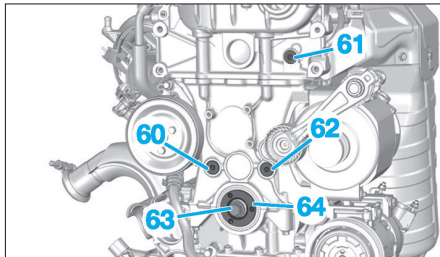
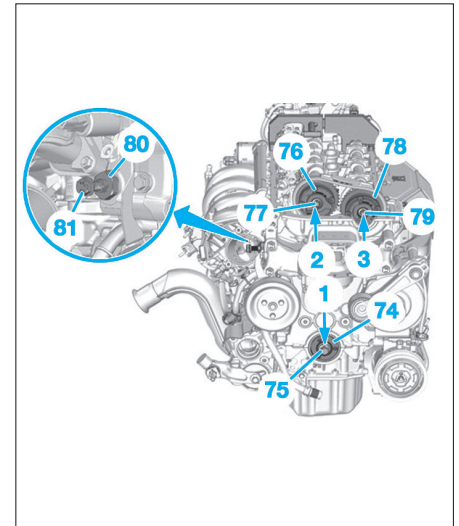

FIG. 20
FIG. 24
- les vis (60), (61), (62) et (63) (Fig.20),
- le moyeu de vilebrequin (64),
- le moyeu de vilebrequin (74) (Fig.24),
- la vis de fixation (75) du moyeu de vilebrequin,
- le pignon d'arbre à cames d'admission (76) puis coiffer la chaîne sur le pignon,
- la vis de la poulie d'arbre à cames (77),
- le pignon d'arbre à cames d'échappement (78) puis coiffer la chaîne sur le pignon,
- la vis de la poulie d'arbre à cames (79),
- les vis (60), (61) et (62) (Fig.20).
- Bloquer les vis (60), (61) et (62).
- Serrer le tendeur modifié (80) (Fig.24).
- Serrer la vis (81) du tendeur modifié (80) jusqu'au contact avec le guide tendeur afin d'empêcher son recul.